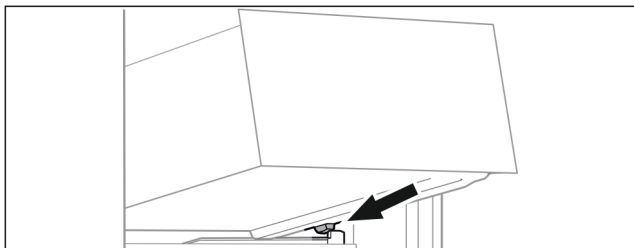

Fig. 138
- Nasad'te zásuvku šikmo za zářezky na žebrovaní na nádoby. (viz Fig. 138)